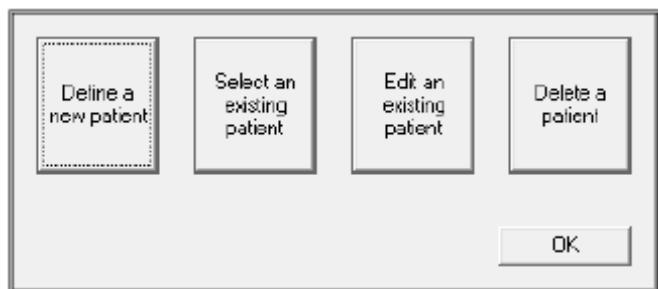

Figura 107: Tela do Paciente Enfant®
- Clique em **Editar um paciente existente** (Figura 107).